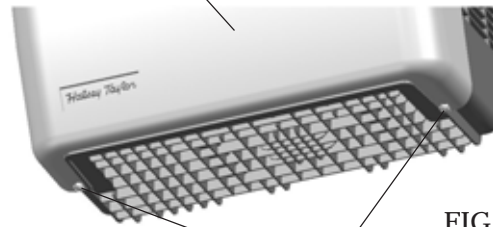

FIG. 4
- 4) Remove the two (2) screws holding the bottom cover at the bottom of cooler. (Shown in FIG. 4) Remove the bottom cover by pulling straight down and set aside.
- 4) Desmonte los dos (2) tornillos que sujetan la tapa a la parte inferior del enfriador (que se muestran en la Fig. 4) Retire la tapa inferior tirando en forma recta hacia abajo y déjala a un lado.
- 4) Retirez les deux vis maintenant le capot inférieur et situez sous les refroidisseur. (Indiqué sur la Figure 4). Retirez le capot inférieur en tirant vers le bas et mettez le de côté.
To access the refrigeration system and plumbing connections, remove two screws (Item 49) to remove bottom cover (Item 35). See Fig. 4.
Para acceder al sistema de refrigeración y las conexiones de empalmes, desmonte los dos tornillos (Artículo 49) para retirar la tapa inferior (Artículo 35). Vea la Fig. 4.
Pour accéder au système de réfrigération et à la plomberie, retirez les deux vis (Élément 49) afin d'enlever le capot inférieur (Élément 35). Voir figure 4.